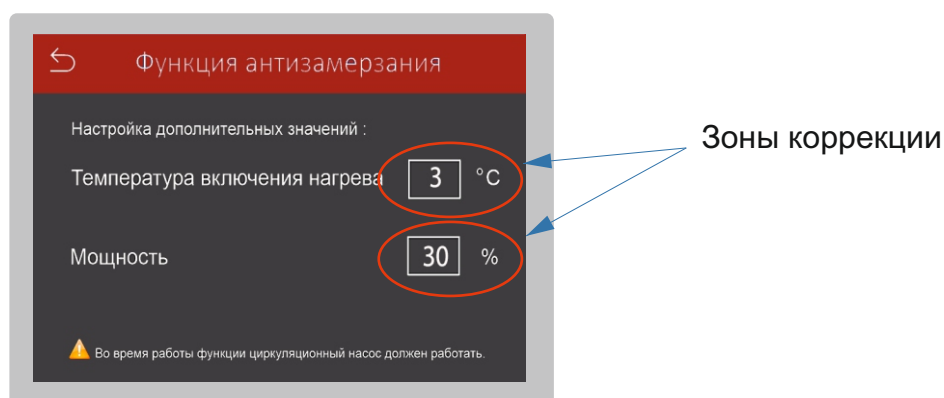

Рис.15
6.6.2 Для правильной работы функции необходимо настроить нижнюю границу температуры включения нагрева теплоносителя и мощность котла в % (**30-60-100**) от максимальной мощности см.рис.15. Верхняя граница отключения определяется как **Тоткл. = Твкл.нагр. + dt**, где **dt**-гистерезис теплоносителя, настроенный на главном экране см.п.5.2.